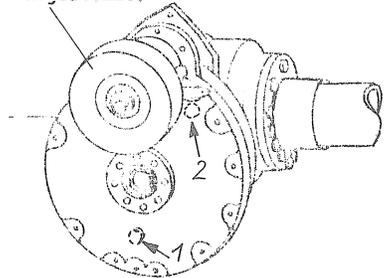

Bild 30a
- Auch das Vorsatzgetriebe kann durch vorausgegangene Schräglage des Knickladers überfüllt sein. Aus diesem Grund ebenfalls den Verschlußstopfen (Bild 30a/1) nur lösen, nicht herausdrehen.
- Das Nachfüllen oder die Neubefüllung der Hinterachse bedarf längere Öleinlaufzeit, da das Mittelachsgetriebe mit dem Vorsatzgetriebe verbunden ist und einen gemeinsamen Ölsumpf bilden. Der Einfüllstopfen befindet sich am Vorsatzgetriebe (Bild 30a/2).